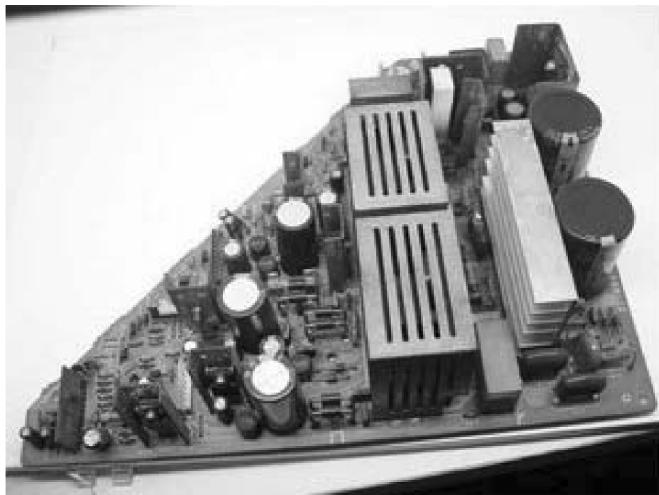

图 5-139 电源板 1 - 643 - 888 - 12 实物板图
3. 该电源板实物如图 5-139 所示。
1. 该机电源属于电源板 1 - 643 - 888 - 12，见图 5-139。